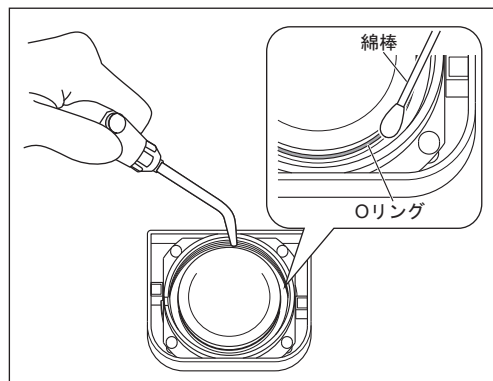

図44
- 2) ブラシや乾いた綿棒などで、チャンバー内面およびねじ部周辺やチャンバー用ふたのねじ部周辺を清掃してください。その後、付着しているパウダーをエアーなどで取り除きます（図44）。